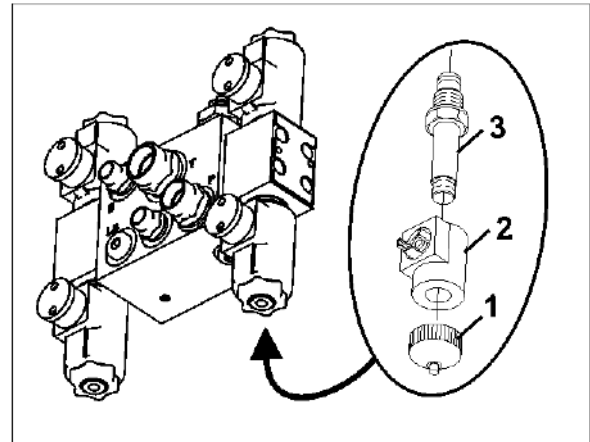

図 146
1. マグネットキャップ (図 146/1) を回して外します。
2. マグネットコイル (図 146/2) を取り外します。
3. バルブロッド (図 146/3) をバルブ座と共に回して外し、圧縮空気または油圧オイルで汚れを落とします。